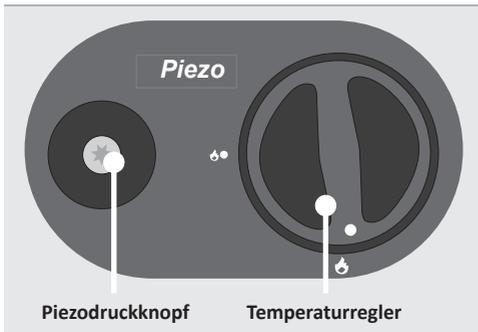

Abb. 5: Bedienfeld
2. Vergewissern Sie sich, dass der **Drehknopf** am Bedienfeld auf der Position **🔥 • kleine Flamme** steht. Sollte dies nicht der Fall sein, drücken Sie den **Drehknopf** leicht nach unten und drehen Sie ihn auf die Position **🔥 • kleine Flamme** (siehe Abb. 5)
4. Betätigen Sie dann bei **gleichzeitig gedrücktem Drehknopf** den **Piezodrehknopf mehrmals hintereinander**, um die Wächterflamme zu entzünden (siehe Abb. 5). Ist die Wächterflamme sichtbar, gehen Sie wie folgt vor: